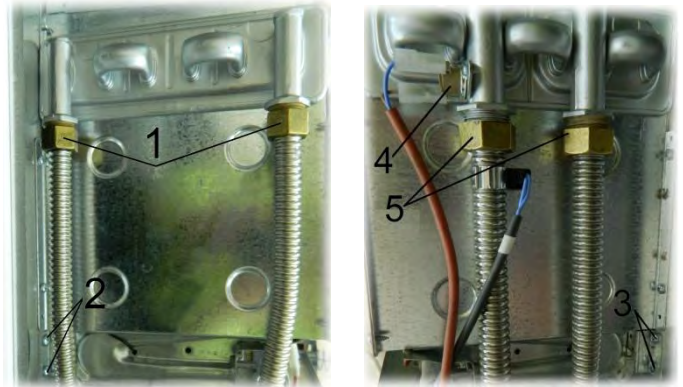

Рис. 16. Демонтаж теплообменника
- 10) отвернуть два самореза 2 и два самореза 3 крепления горелки к задней стенке (см Рис. 16);
- 3) отсоединить провода от термореле 4 (см.Рис. 16);
- 5) ключом на 30 отвернуть две гайки 5 крепления труб контура отопления к теплообменнику (см.Рис. 16);